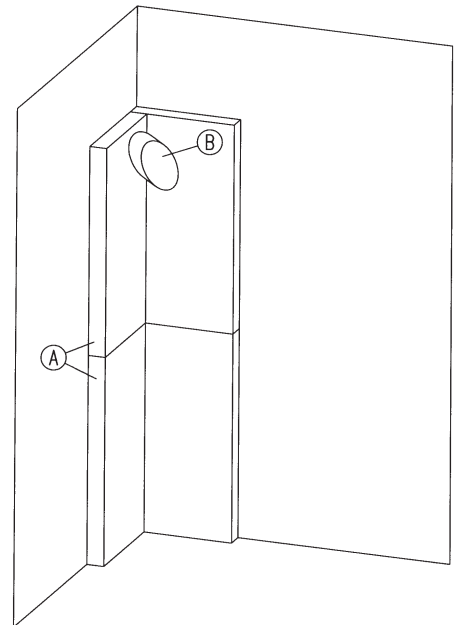

Abb. 1
3.2 Nun befestigen Sie zunächst vier Promasil 950-KS Platten gemäß **Abb. 1** an den Stellwänden. Die Isolierung muss 5 cm über den Schornsteinanschluss ragen. Nach dem Aufstellen des Wärmeerzeugers sind die Platten nicht mehr zugänglich.